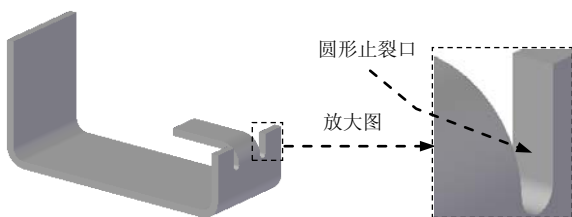

图 3.2.13 圆形止裂口
- **圆形 (C)** 单选项: 选取该选项, 在附加钣金壁的连接处将主壁材料切割成圆形缺口来构建止裂口, 如图 3.2.13 所示。